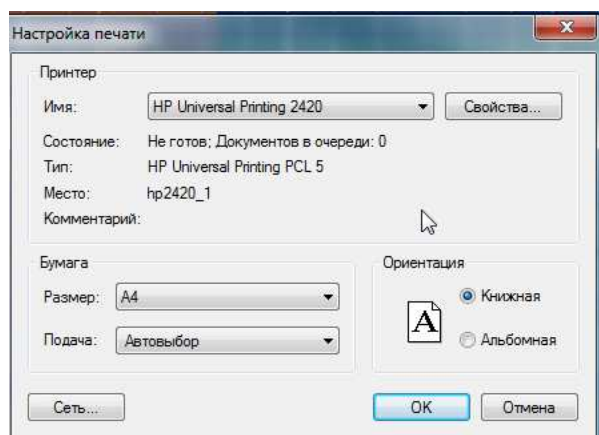

Рис.121
2. Для предварительного просмотра вида печатного варианта ГИД на экране выбрать в пункте меню «Файл» подпункт «Печать графика». Если выбор и настройка печатного устройства не были сделаны ранее, откроется окно «Настройка печати» (см рис.121).
5. В случае, когда нужно изменить настройки печати нужно нажать на соответствующую кнопку, откроется окно «Настройка печати» (см рис.121).
1. Для предварительного просмотра вида печатного варианта приложения к ГИД на экране выбрать в пункте меню «Файл» подпункт «Печать приложения». Если выбор и настройка печатного устройства не были сделаны ранее, откроется окно «Настройка печати» (см рис. 121).
4. В случае, когда нужно изменить настройки печати нужно нажать на соответствующую кнопку, откроется окно «Настройка печати» (см рис.121).